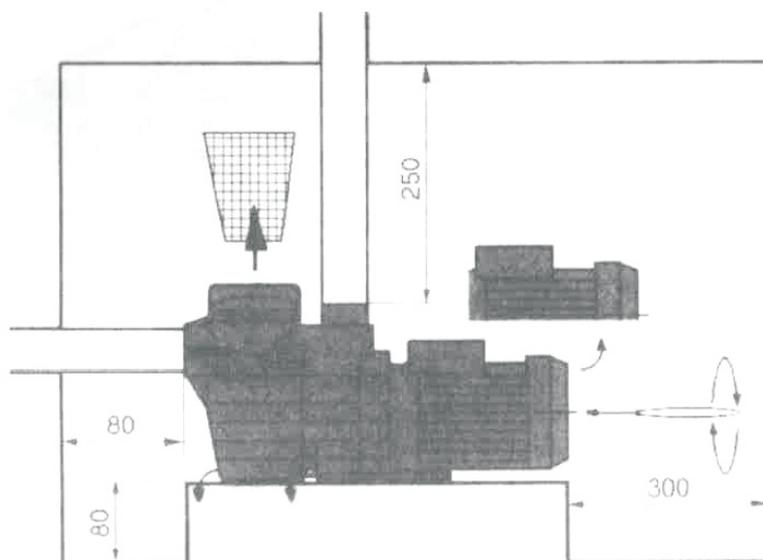

рис. 1
Убедитесь, что вал двигателя поворачивается свободно; не включайте насос, если он заблокирован. Для этого, имеется шлиц на заднем конце вала (со стороны вентилятора), который позволяет вращать его вручную, используя отвертку (рис. 1 страница 7). В трехфазном двигателе крыльчатка (17) может открутиться, если двигатель работает в противоположном направлении. Противовращение может даже вызвать механические повреждения.